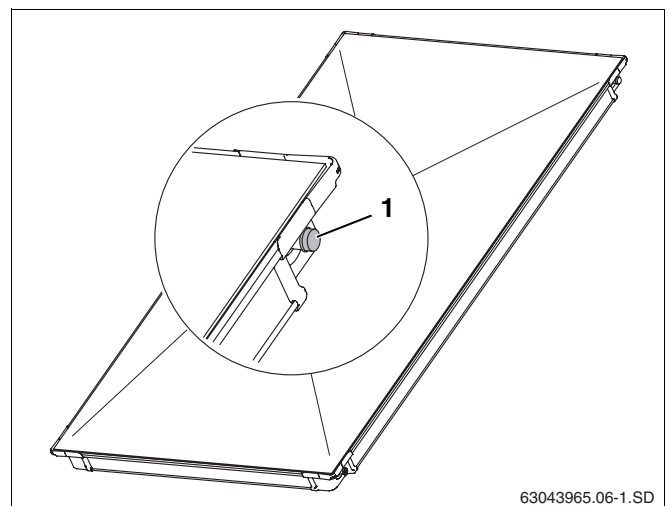

Fig. 5 Capas sintéticas e ligações de colectores
- ▶ Apenas retire as capas sintéticas (fig. 5, **item 1**) no momento da montagem.